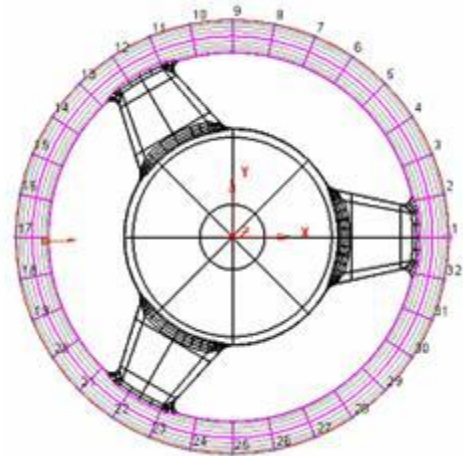

Рисунок 11.3 – Додавання поперечних кривих до поверхні
7. Конвертуйте тор в складну поверхню і, використовуючи опцію «Додати криву» на панелі редагування поверхонь, додайте з рівномірним інтервалом проміжні латерали так, щоб їх загальна кількість становила 32 одиниці (рис. 11.3).
8. Використовуючи опцію «Вибір масиву точок» (рис. 11.3) виділіть всі опорні точки з порядковим номером 4 на кожній другій поперечній кривій і, включивши опцію «Редагувати компонент» на загальній панелі редагування, перемістіть їх на (0 0 -7).